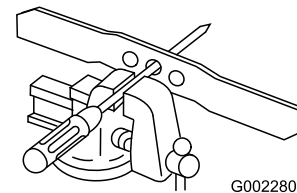

Figura 28
1. Compruebe el equilibrio de la cuchilla colocando el taladro central de la cuchilla sobre un clavo o el palo de un destornillador fijado horizontalmente en un torno de banco (Figura 28).